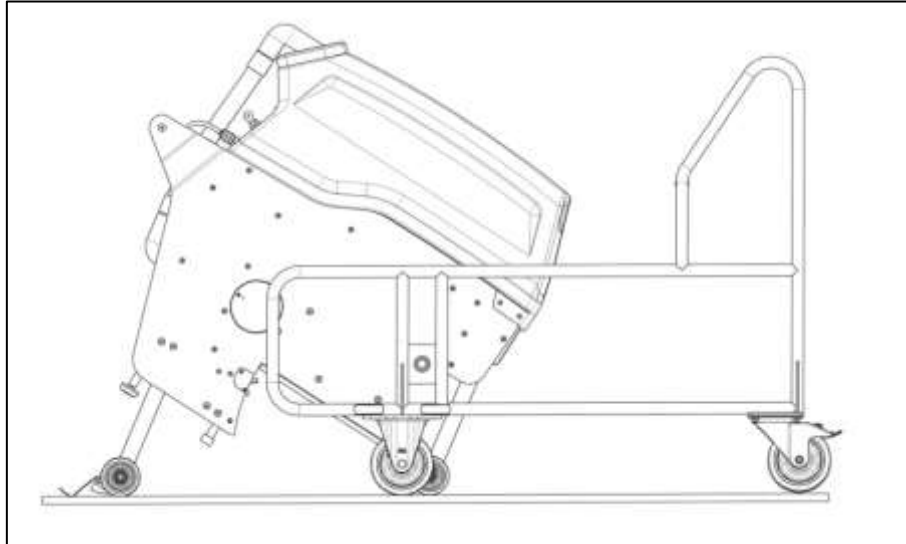

Imagen 17: Entrar en posición de mantenimiento
Para el mantenimiento de la máquina, después de quitar el eje pasante (31) del carro de transporte, colocarla en el carro de transporte con la barra de tracción hacia atrás (ver imagen 17: Entrar en posición de mantenimiento).
De esta forma se pueden llevar a cabo trabajos de mantenimiento y de limpieza de forma rápida y cómoda (ver imagen 17: Máquina en posición de mantenimiento).